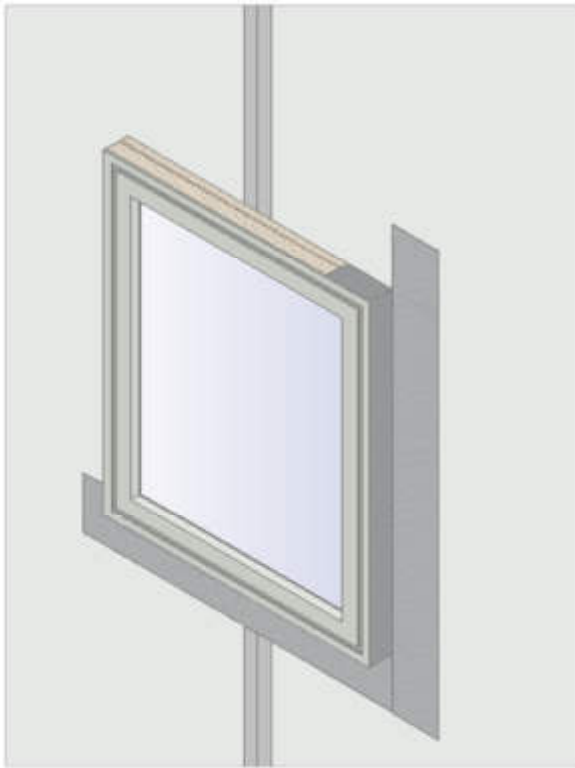

Figura 10
- Todas las uniones deben estar ahora firmemente consolidadas con un rodillo de membrana (Figura 10).